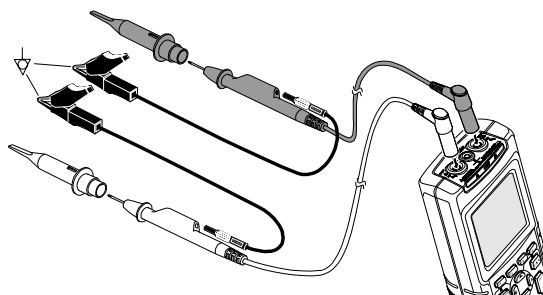

Figura 3-2. Conexión a tierra con el conductor de masa corto
- Use el conductor o conductores de masa cortos al realizar mediciones en señales de DC o de AC, en la entrada A y la entrada B (consulte figura 3-2).